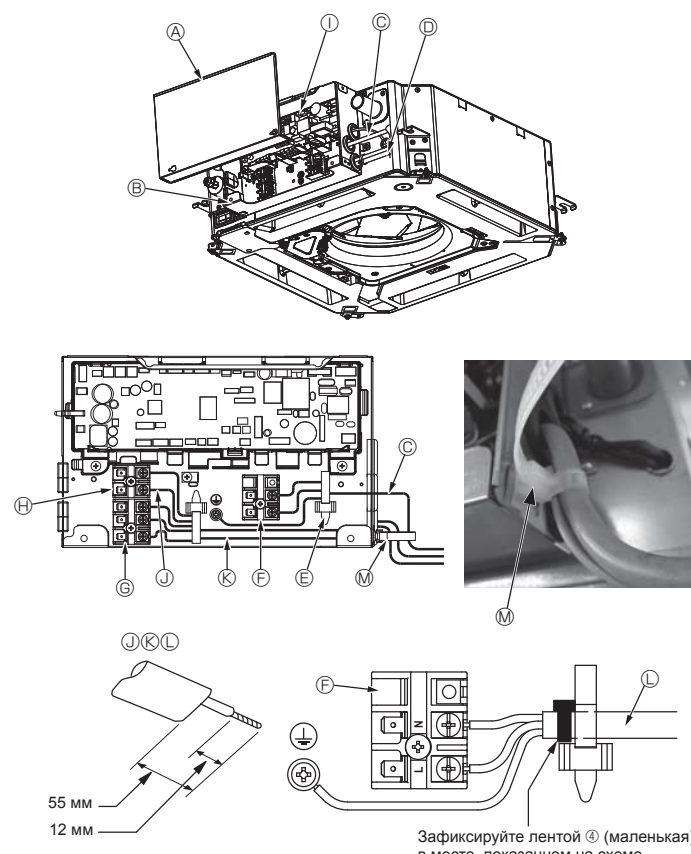
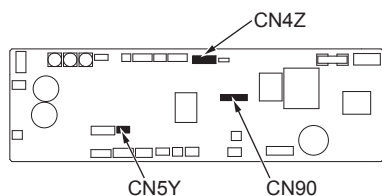
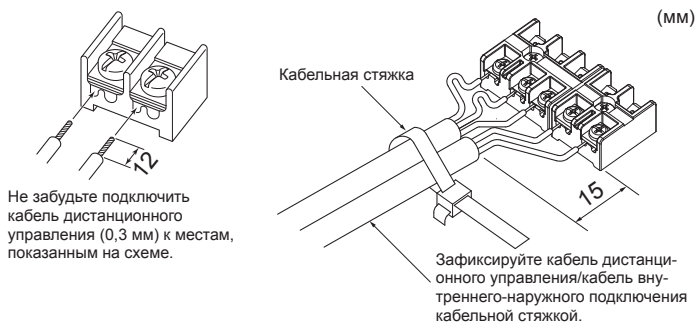

Fig. 4-1
Fig. 4-2
Fig. 4-3
4.1. Внутренний блок (Fig. 4-1, Fig. 4-2, Fig. 4-3)